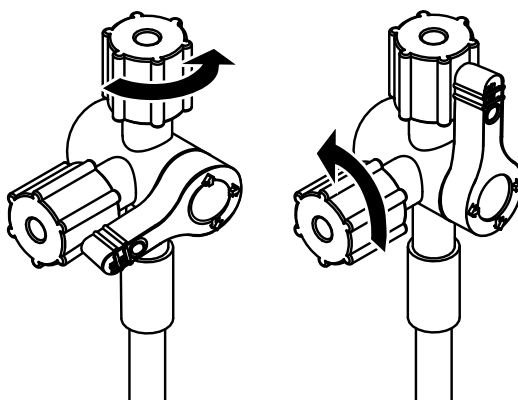

Figura 2. Válvula de tres vías en posiciones abiertas
1. Extraiga el dispositivo del envase y asegúrese de que el diámetro interior (DI) del introductor es apropiado para el diámetro máximo del instrumento o catéter que se va a introducir.
3. Prepare el introductor para la irrigación y asegúrese de que la válvula de tres vías esté abierta. Para hacer esto hay dos opciones. Consulte la Figura 2.